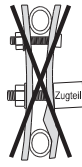

fig. 9
**Avvertenza:** non stringere troppo le viti. Le piastre dell'attacco devono risultare parallele e non devono essere piegate (fig. 9).